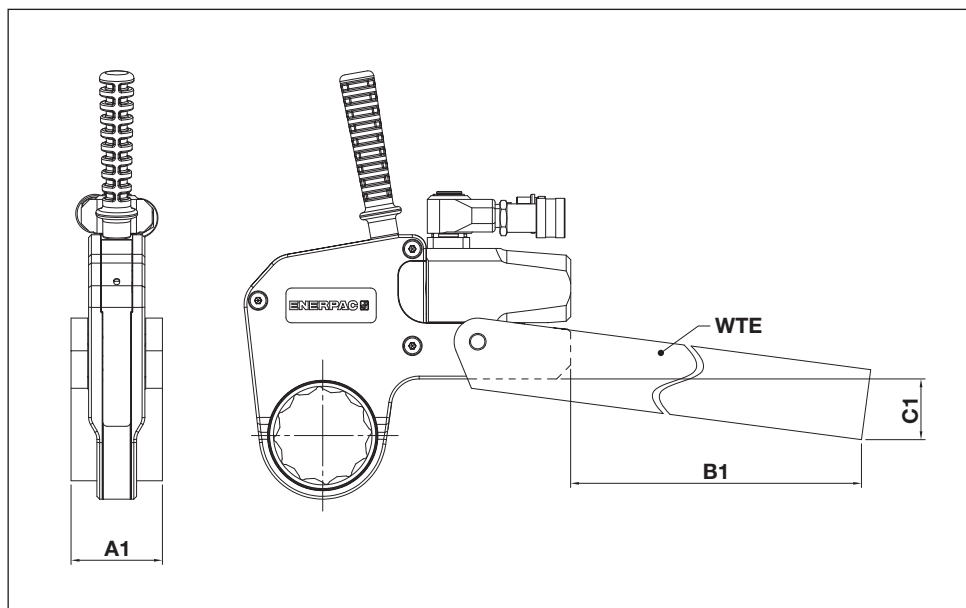

Fig. 23
6.1.1 Mått, förlängd mothållsarm i WTE-serien (Fig. 23)